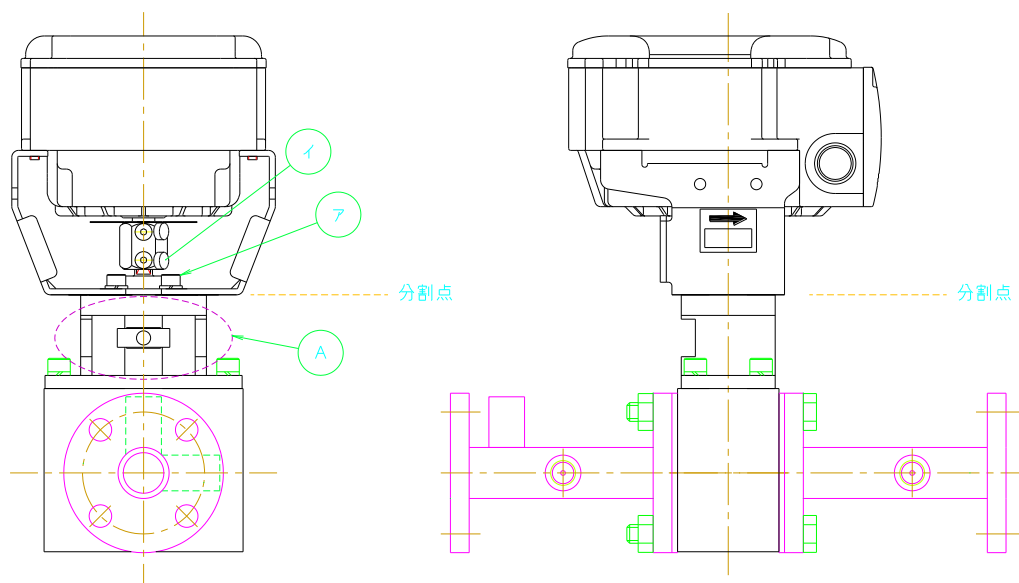
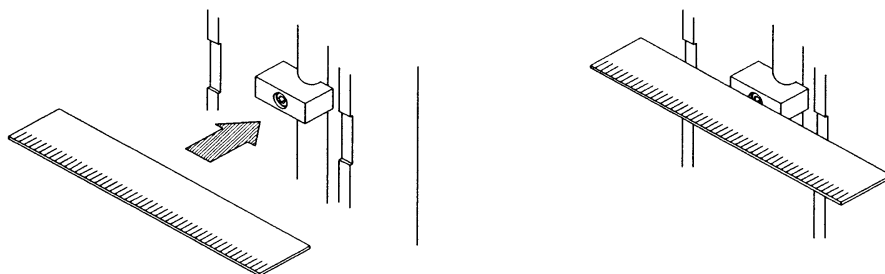
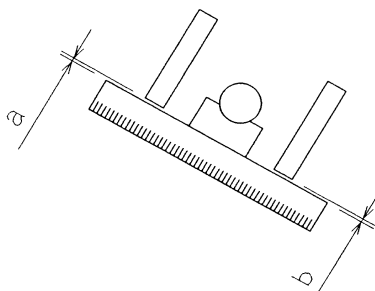

図 1. アクチュエータ取付図
図 2. A で示す部分の詳細
図 3. 断面構造
- ①アクチュエータの制御元である制御器の電源を**OFF**し(または、該当する制御 zone の SSR を外し)、既設バルブの電気配線を外してください。
- ②図 1. の①ビスの下側2本をゆるめ、②ビス4本を外してください。
- ③図 1. の分割線より上部を取り外してください。
**注:必ず②①のビスでアクチュエータの取外しを行ってください。
- ②アクチュエータを組み込んだ後、図 1. ①ビスを締め、取外し前の電気配線に復旧してください。
このとき、図 1. ⑦ビスは軽く絞めた状態にしてください。
(図 1. 中の A で示す部分の詳細を図 2. に示す)
- ④図 2. で示すように金属製直尺などでアクチュエータの平行合わせを行ってください。
- ⑤図 3. に示す a と b の寸法が  $a=b$  となるように調整後、図 1. 中の①ビスを締めてください。
なお、図 1. ①ビス締め付けには新たに取付けるアクチュエータに付属の専用工具を御使用ください。